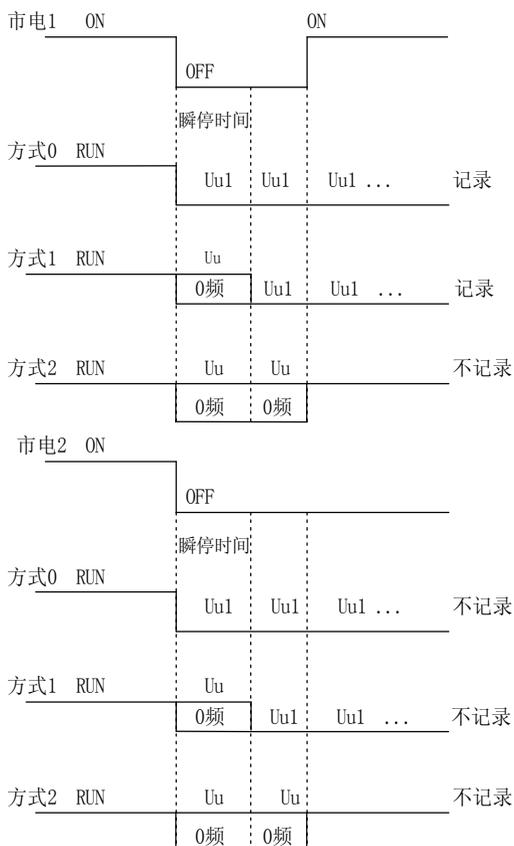

图 5-1-6 瞬停处理
- ◆ 如停机时出现欠压, 则只告警 Uu, 此时电机起动不起来。如图 5-1-6 所示;
- ◆ 如运行时出现欠压, 报 Uu 或 Uu1, 如图 5-1-6 所示; 发生 Uu 时, 封锁脉冲, 进入零频运行。恢复, 则 Uu 消失;